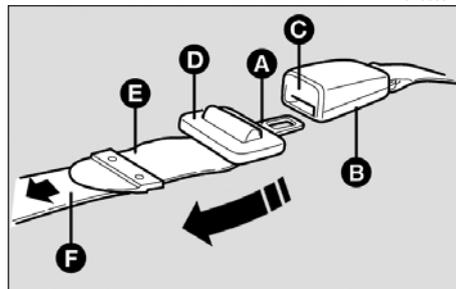

fig. 48
**CINTURA CENTRALE POSTERIORE DI TIPO ADDOMINALE (fig. 48)**